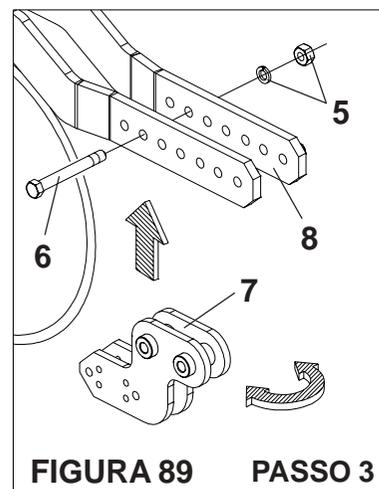

FIGURA 89 PASSO 3
- Depois inverta a posição do suporte do sulcador (7) girando-o e novamente fixe-o na barra de regulagem (8) através dos parafusos (6), arruelas e porcas (5), **conforme mostra a figura 89.**